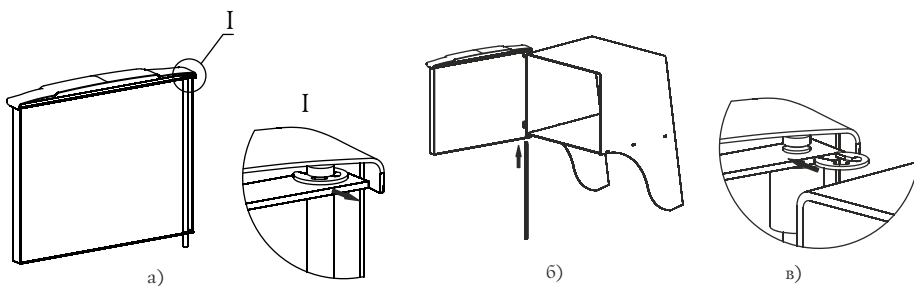

Рисунок 6. Установка дверцы при монтаже печи «Тунгуска 2011»
1. Извлеките ось из дверцы, предварительно сняв упорную быстросъемную шайбу, рисунок 6.а;
3. Вставьте ось через отверстия снизу вверх, с расположением канавки под шайбу в верхней части оси, рисунок 6.б;
4. Установите упорную быстросъемную шайбу в канавку на оси, рисунок 6.в